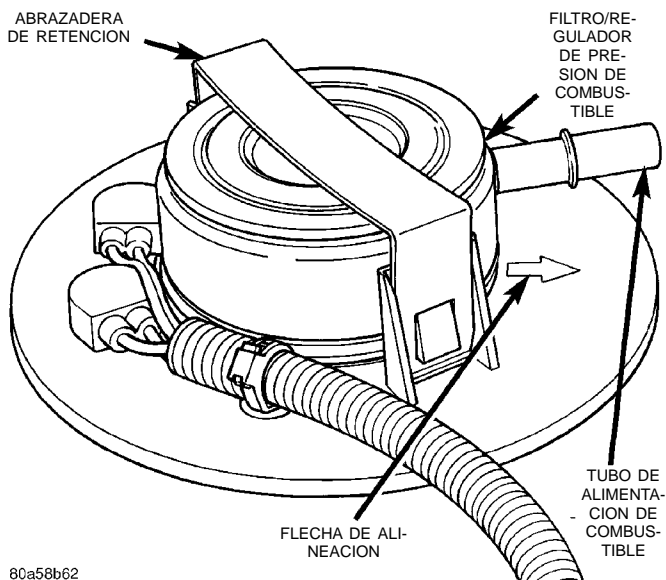
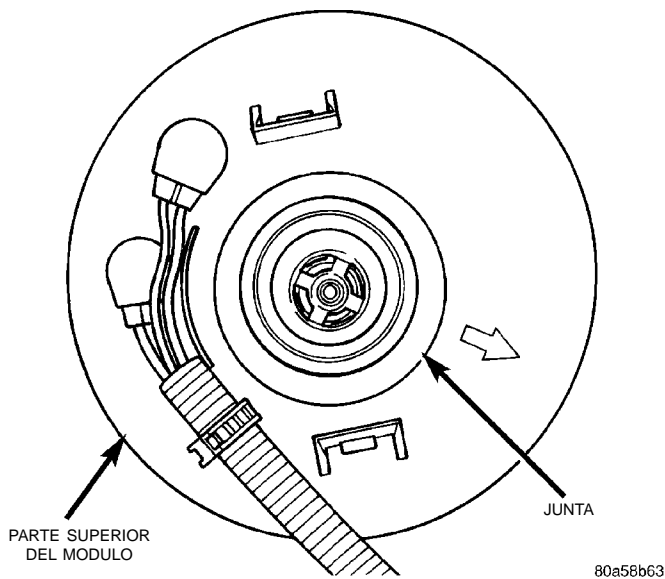

Fig. 22 Filtro/regulador de presión de combustible
Fig. 23 Junta del filtro/regulador de presión de combustible
- (1) Retire el depósito de combustible. Consulte Desmontaje/instalación del depósito de combustible.
- (2) Limpie el área de alrededor del filtro/regulador.
- (3) Retire la abrazadera de retención de la parte superior del filtro/regulador (Fig. 22). La abrazadera está colocada a presión en las lengüetas del módulo de la bomba. Deseche la abrazadera usada.
- (4) Haga palanca con 2 destornilladores para extraer el filtro/regulador de la parte superior del módulo de la bomba. La unidad está colocada a presión en el módulo.
- (5) Deseche la junta de abajo del filtro/regulador (Fig. 23).
(6) La flecha (Fig. 22) de la parte superior del módulo de la bomba de combustible debe apuntar hacia la parte delantera del vehículo.
(7) Gire el filtro/regulador hasta que el tubo de alimentación de combustible (racor) apunte a 30 grados a la izquierda de la dirección de la parte delantera del vehículo.
(8) Instale la abrazadera de retención nueva (entra a presión sobre la parte superior del filtro/regulador y se bloquea en las pestañas del módulo de la bomba).
(1) Con una junta nueva, emplace el módulo de la bomba de combustible en la abertura del depósito de combustible.
(2) Emplace la contratuerca sobre la parte superior del módulo de la bomba de combustible.
(3) Gire el módulo hasta que la flecha (Fig. 22) apunte hacia la parte delantera del vehículo. Este paso es necesario para evitar que el conjunto del flotador/varilla del flotador haga contacto con los costados del depósito de combustible.